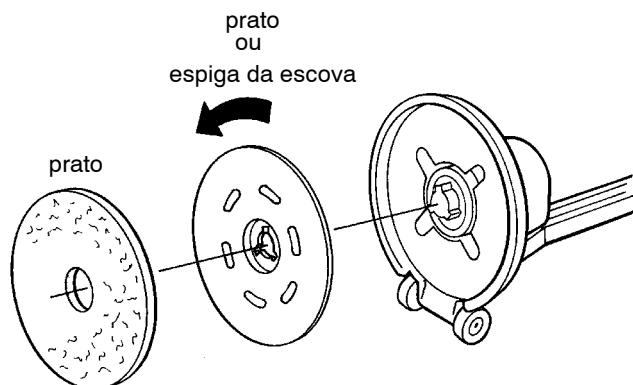

FIG. 1
4. Posicionar a espiga da escova/prato sobre aquela do cubo, tirar e rodar em sentido anti-horário para fixar (Fig. 1)
5. Para instalar o prato: Posicionar o prato sobre a espiga e dar um empurrão para fixar (Fig. 1).